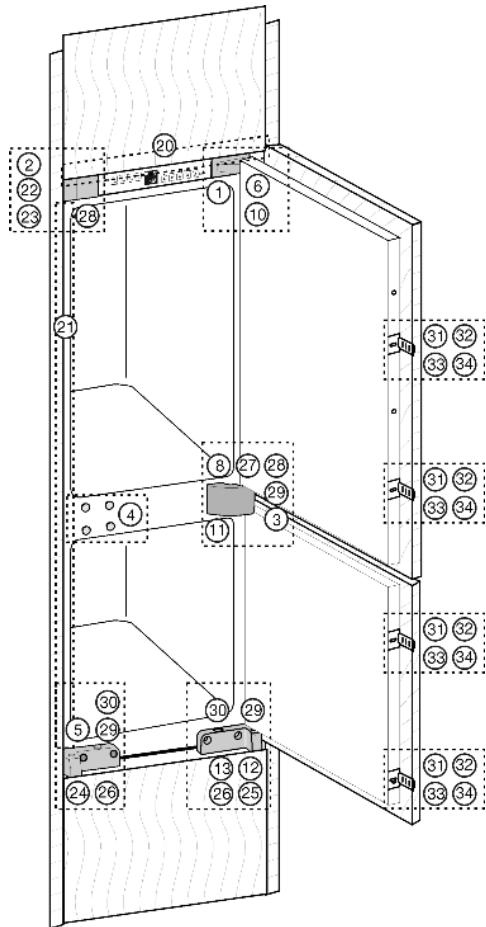

Fig. 6
- Die Abdeckleiste Fig. 9 (21) genau unterhalb des Befestigungswinkels Fig. 6 (22) ansetzen.
- Abdeckung Fig. 6 (3) vom Lagerbock Mitte Fig. 10 (11) abnehmen.